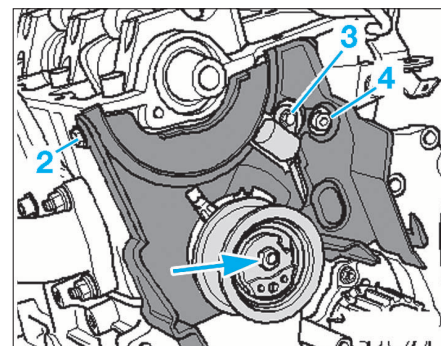

FIG. 58
- Déposer (Fig.58) :
- les vis (2), (3) et (4).